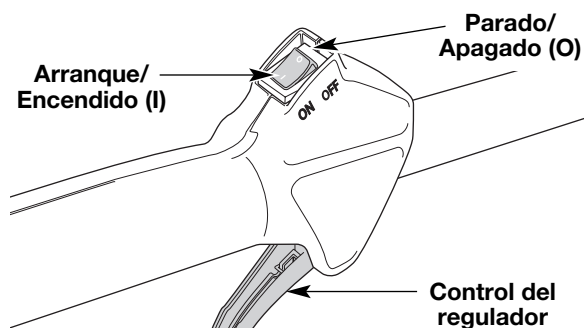

Fig. 6
2. Coloque el control de encendido y apagado en posición de ENCENDIDO (I) (Fig. 6).
2. Coloque el control de encendido y apagado en posición de **APAGADO (O)** (Fig. 6).